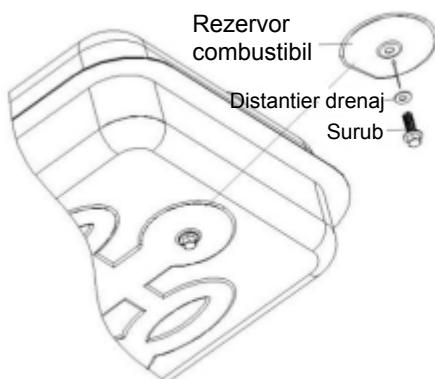

Figura 10. Indepartarea surubului pentru drenaj
2. Pentru a indeparta busonul de drenare (ZB-K100/K125/K175/K215), trageti dispozitivul de prindere al busonului in jos, dupa care scoateti capul de etansare de la orificiul de drenare al rezervorului (Figura 10).